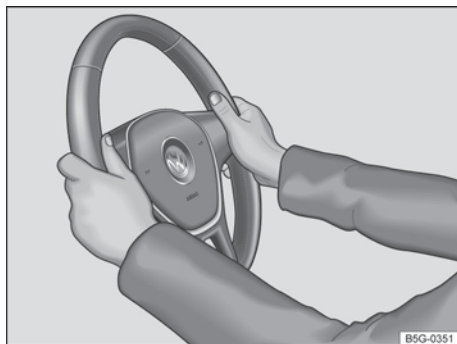

Fig. 61 No volante: posição 9 e 3 horas.
- Ajustar a posição do volante de forma que possa segurá-lo lateralmente pela borda externa na posição de 9h e 3h → Fig. 61 com ambas as mãos e os braços ligeiramente dobrados.